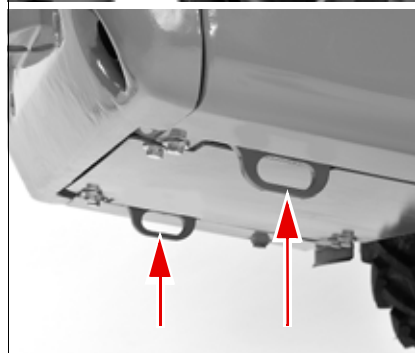

Fig.153
- Til bugsering af køretøjet anvendes bugseringsanordningerne (Fig. 153).